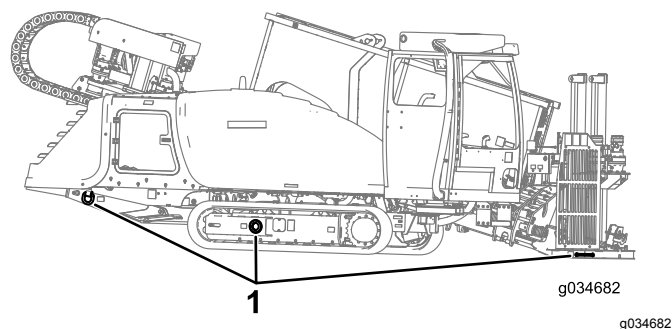

Рисунок 39
9. Используйте цепи и крепежные детали соответствующего класса для крепления за кольца на рамах левой и правой гусениц и плиты опускаемой стойки к трейлеру (Рисунок 39).